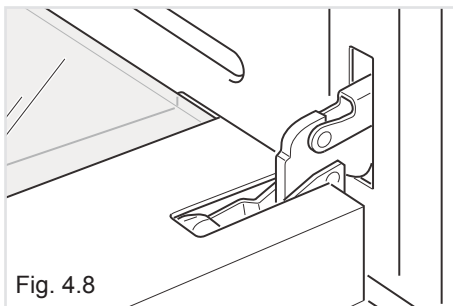

Fig. 4.8
- Aprire completamente la porta del forno (fig. 4.8).